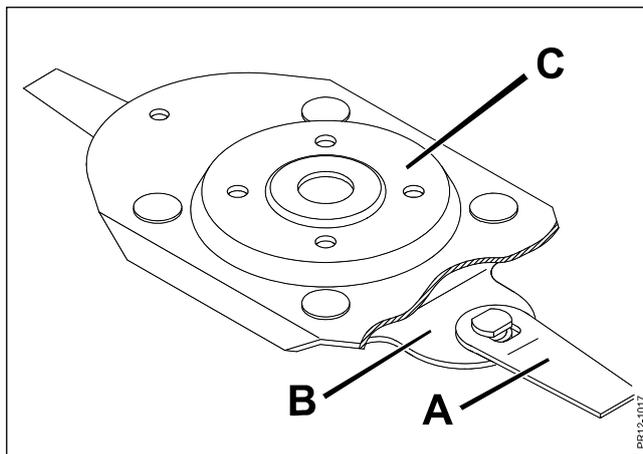

Abb. 5-12
**Abb. 5-12** Das System wird QS (Quick and Safe) genannt. Dieses bezeichnet die schnelle Montage/Auswechslung von Messern und steht ferner für die hohe Sicherheit, dass die Messer **A** nicht unbeabsichtigt von dem Messerhalter **B** - der an der Scheibe **C** mit Bolzen befestigt ist - freigemacht werden können.